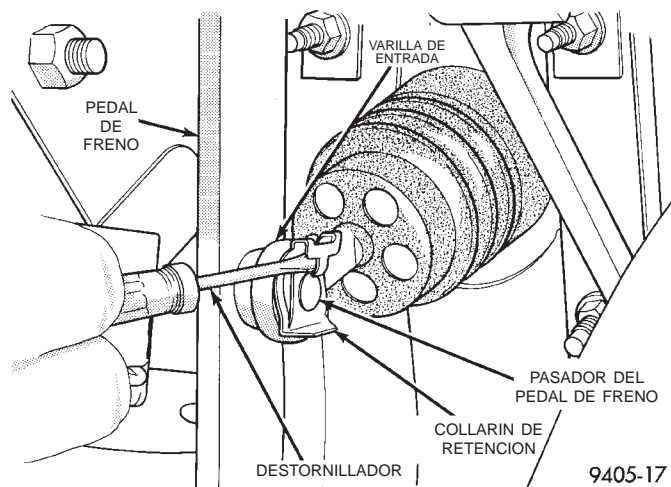

Fig. 120 Pasador de retención de la varilla de entrada
(9) Localice la varilla de entrada del reforzador del vacío del servofreno en la fijación del pedal de freno, debajo del tablero de instrumentos. Coloque un destornillador pequeño (Fig. 120) debajo de la rabera central del collarín de retención.
(10) Gire el destornillador (Fig. 120) lo suficiente como para permitir que la rabera del collarín de retención pase sobre el extremo del pasador del pedal de freno.